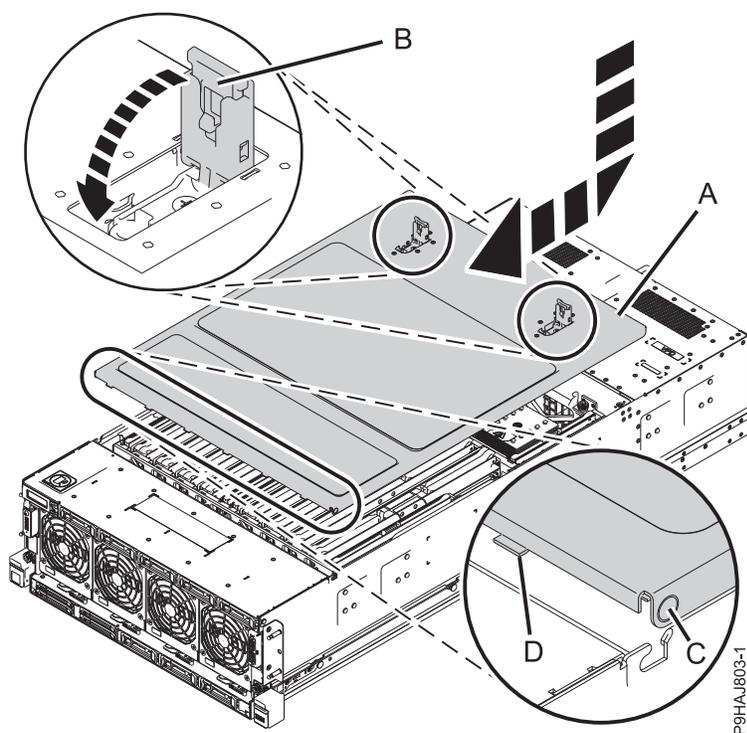

Figura 19. Instalando a tampa de acesso de serviço
- a. Deslize a tampa (**A**) na unidade de sistema, como mostrado na Figura 19 na página 21.
- b. Feche as travas de liberação (**B**) empurrando-as na direção mostrada na Figura 19 na página 21.